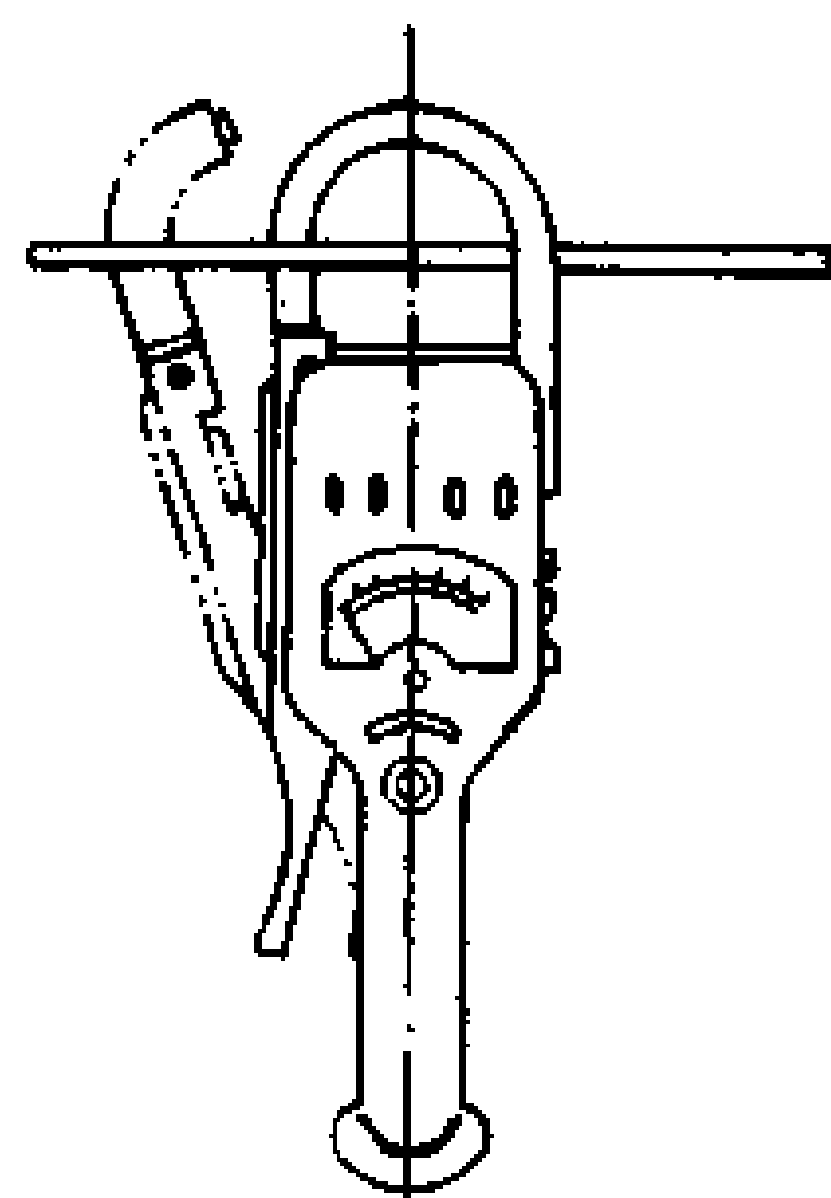

图 7-47 钳形电流表的使用方法示意图
(1) 一般钳流表适用于低压电路的测量，被测电路的电压不能超过钳流表所规定的使用电压。无特殊附件的钳流表，严禁在高压电路直接使用。
(2) 测量前应先估计被测电流的大小，以选择合适的量限。如被测电流的大小无法估计时，应先使用最大量限一档进行粗测，然后再根据实际电流的大小，改换合适的量限进行较准确的测量。
(3) 测量时，每次只能钳入一根导线（图 7-47），不能同时钳入 2 根或 3 根导线。
(4) 为了提高测量的准确性，被测导线的位置应放在钳口中央；钳形铁心不要靠近变压器和电动机的外壳以及其他带电部分，以免受到外界磁场的影响。
(5) 测量完毕后，要把选择开关拨到空挡或最大电流量限一档，以防下次使用时因忘记选择量限而烧坏电流表。